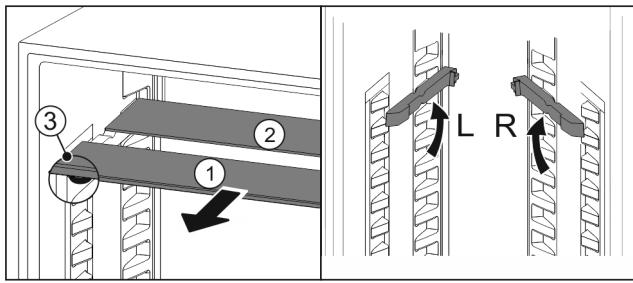

Fig. 81
- Steklene plošče posamično izvlecite Fig. 81 (1) naprej.
- Steklena plošča Fig. 81 (1) z okrasno letvijo je spredaj.
- Zaustavljalniki Fig. 81 (3) so obrnjeni navzdol.